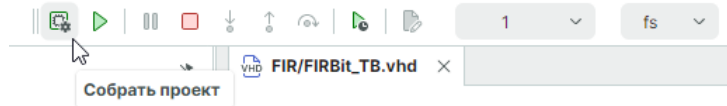

Рис. 24 Расположение кнопки «Собрать проект»
2. На панели инструментов «HDL моделирование» нажмите кнопку  «Собрать проект», см. Рис. 24.